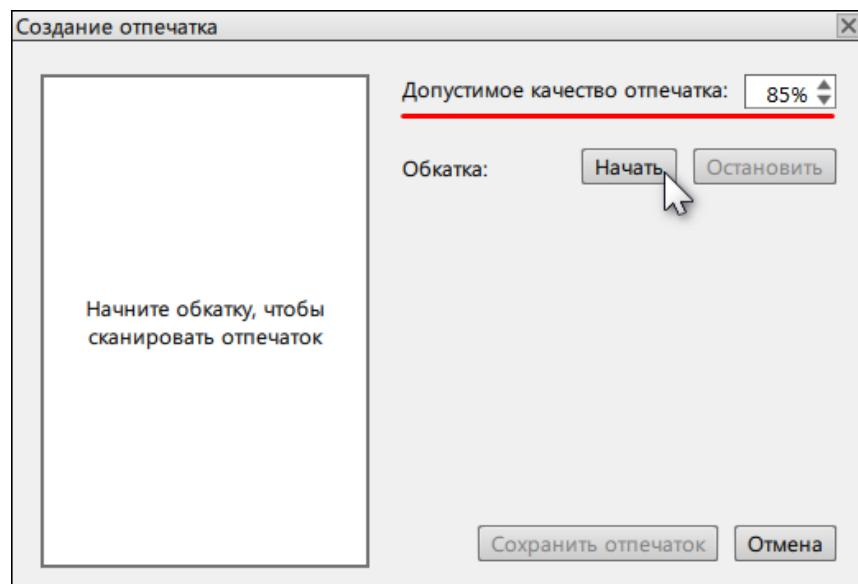

Рисунок 394 - Создание отпечатка
3. Укажите допустимое качество отпечатка (по умолчанию 85%) и нажмите **Начать** (Рисунок 394).